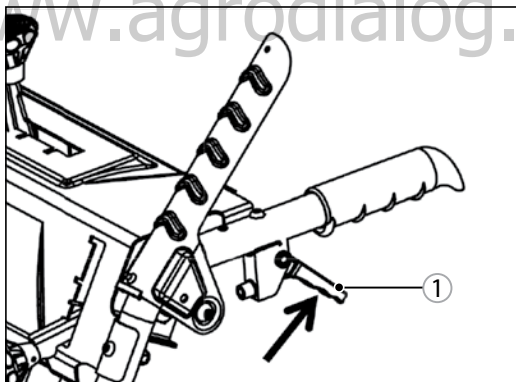

Рис. 7
3. Нажмите на рычажок снятия насадки 1 (рис. 7) располагающийся на ручке слева.
Не нажимайте рычажок 1 на рис. 7 во время работы насадки.
Отпустите рычажок 1 снятия насадки, должен появиться соответствующий щелчок фиксации (рис. 7).